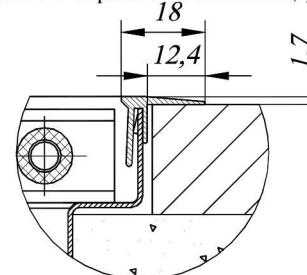

Рис.5.
- 5.5 Залейте пустое пространство вокруг конвектора бетонным раствором. После укладки напольного покрытия щель между покрытием и конвектором рекомендуется заполнить силиконовым герметиком. При исполнении F щель закрыть F-образными планками, установив их сверху по периметру корпуса (см. Рис.5).